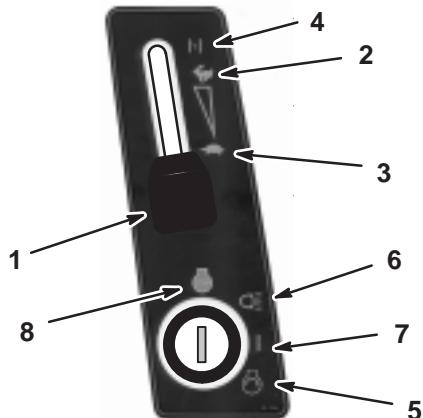

Bild 11
5. Stellen Sie den Gashebel beim Anlassen eines kalten Motors auf Choke (Bild 11).
- Drehen Sie den Zündschlüssel im Uhrzeigersinn und halten ihn auf Start (Bild 11). Lassen Sie den Schlüssel sofort los, wenn der Motor anspringt.
- Schieben Sie den Gashebel, sobald der Motor angesprungen ist, langsam auf Schnell (Bild 11).
- Stellen Sie den Gashebel auf Langsam (Bild 11).
- Drehen Sie den Zündschlüssel auf Aus (Bild 11).